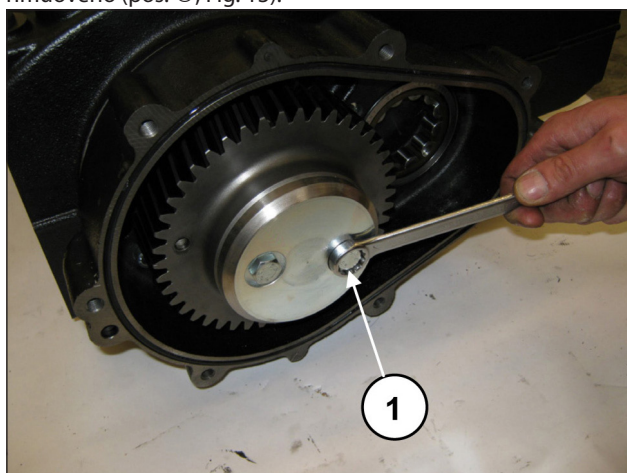
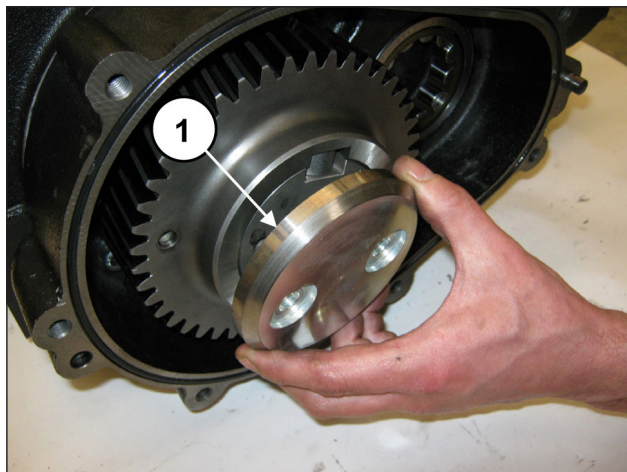

Fig. 12
Fig. 13
Svitare le viti che fissano il fermo corona (pos. ①, Fig. 12) e rimuoverlo (pos. ①, Fig. 13).